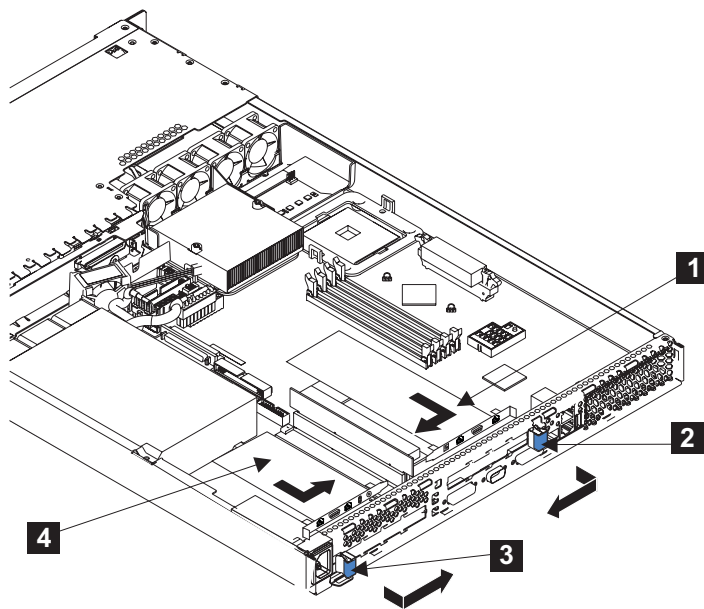

図 117. アダプターをインストールした SAN ボリューム・コントローラー 2145-4F2
3. 拡張スロット・クリップ (図 117 の **2** または **3**) をアダプターの方向に回転し、所定の位置に押し込みます。